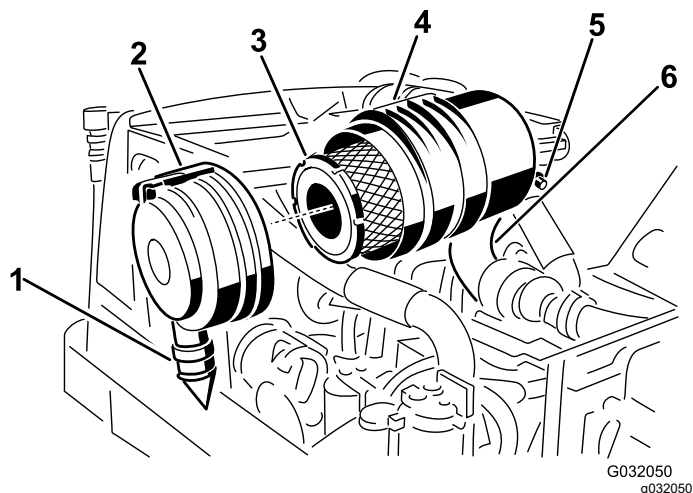

Figure 45
2. Déposez le préfiltre (Figure 45).
3. Remplacez le préfiltre (Figure 45).
puis verrouillez-le en place (Figure 45).